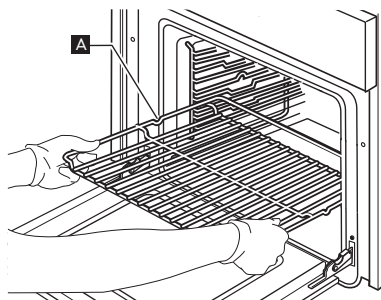

Fig. 1
1. Insérez la grille horizontalement, avec la partie rehaussée « A » orientée vers le haut (Fig. 1).